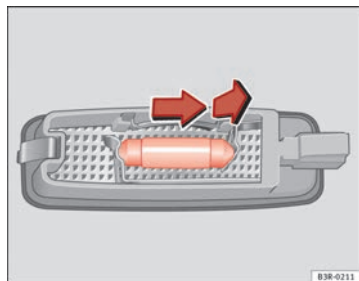

Fig. 225 Desmontaje luz del parasol
- Retire la lámpara, moviéndola en el sentido de la flecha y hacia afuera ⇒ fig. 225.